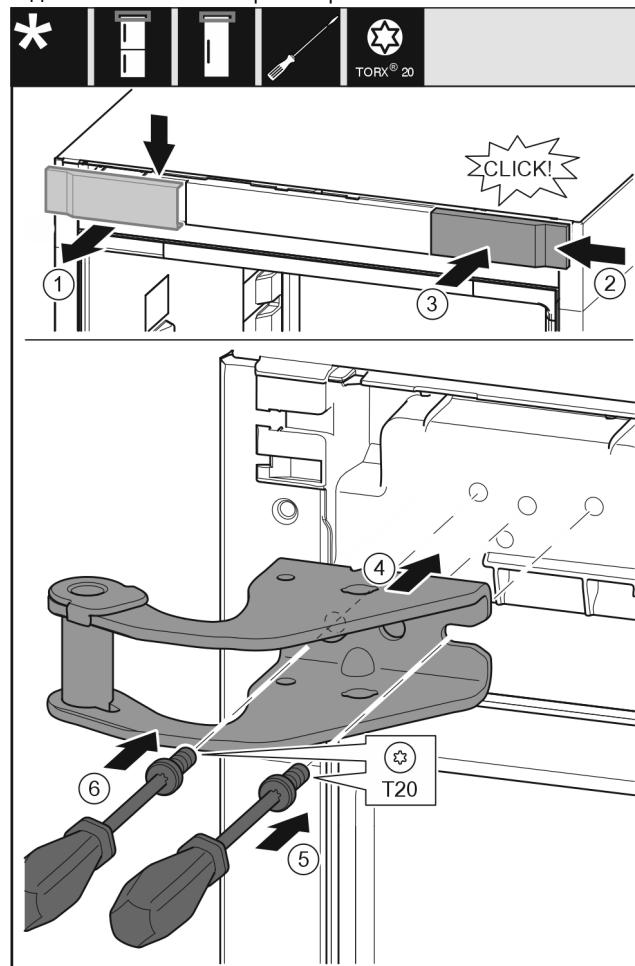

Fig. 11
- ▶ Зніміть кришку вгорі вперед. Fig. 11 (1)
- ▶ Почепіть кришку, що повернута на 180°, з іншого боку праворуч. Fig. 11 (2)
- ▶ Зафіксуйте кришку. Fig. 11 (3)
- ▶ Встановіть верхній опорний кронштейн. Fig. 11 (4)
- ▶ Встановіть та закрутіть гвинт за допомогою викрутки T20. Fig. 11 (5)
- ▶ Встановіть та закрутіть гвинт за допомогою викрутки T20. Fig. 11 (6)